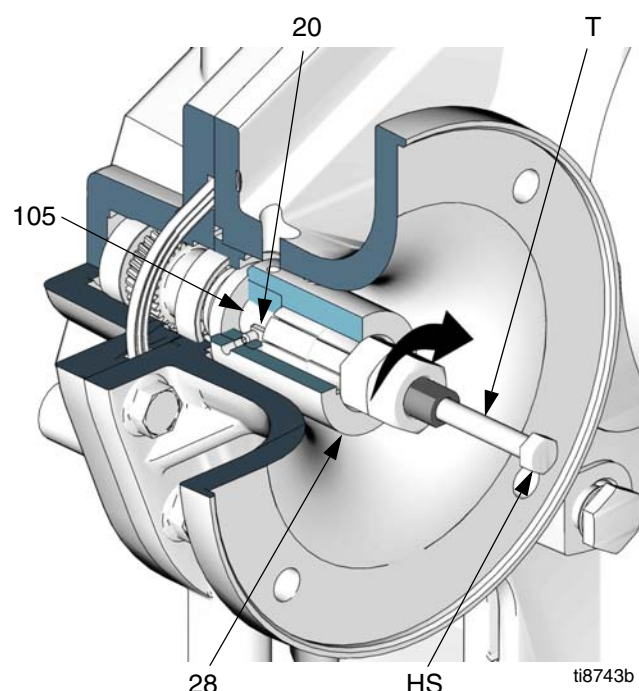

FIG. 22. Démontage du coupleur du moteur
4. Consultez la FIG. 22. Desserrez les deux vis sans tête (31). Insérez l'extracteur de coupleur (T) dans le coupleur (28). Tournez l'écrou dans le sens horaire jusqu'à ce qu'il soit serré, puis retirez l'axe d'entrée du démultiplicateur (105) en tournant la vis à tête hex (HS) dans le sens horaire.
REMARQUE : pendant la procédure suivante, si le coupleur se sépare de l'axe du moteur mais reste bloqué sur l'axe d'entrée, utilisez l'outil 15J827 de dépose de coupleur (T) comme indiqué dans la FIG. 22.